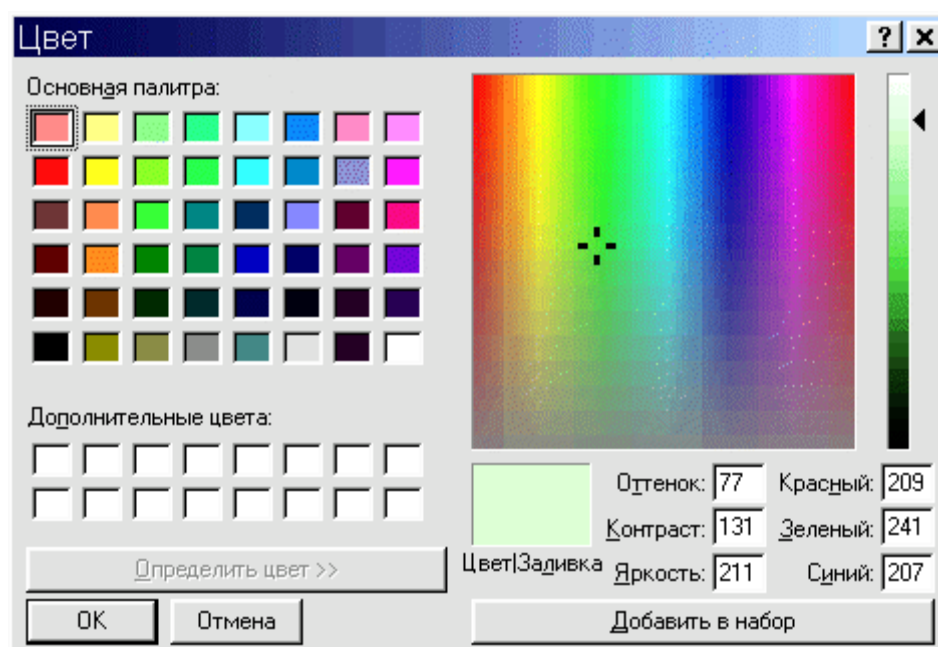

Рис. 29. Диалоговое окно изменения цвета
- ✧ Чтобы изменить цвет, которым изображаются символы или фон под ними, выберите в контекстном меню команду “Цвет символов...” или “Цвет фона...”. Откроется диалоговое окно “Цвет” (рис. 29), в котором можно задать желаемый цвет.